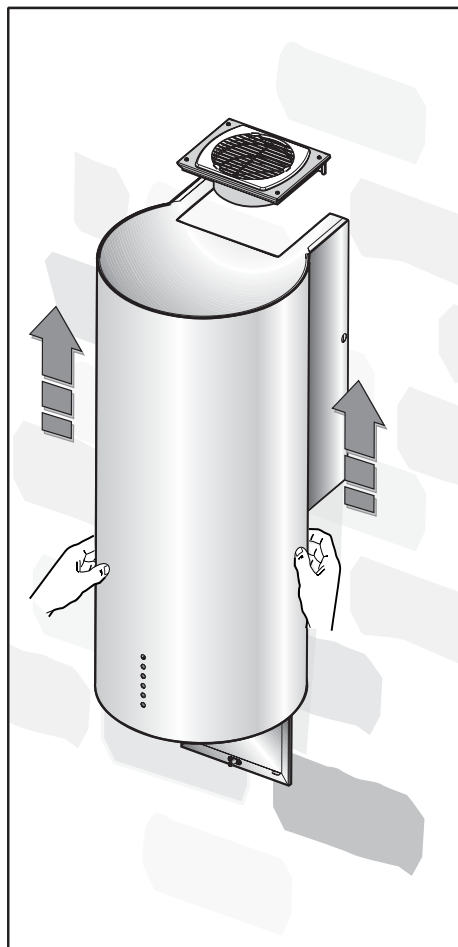

Fig.11
- Positionnez la hotte **A** contre le mur (fig. 7) et alignez-la à la structure en la poussant vers le haut (fig. 11).